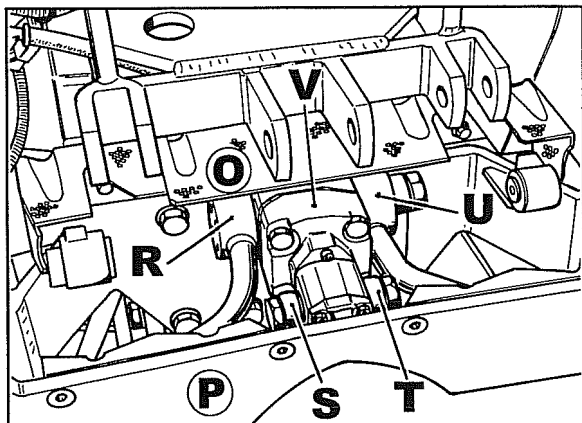

Fig. 19
- 20 Togliere la griglia **O** fig. 19 di protezione.
- 21 Allentare il supporto zavorre **P** fig. 19, scollegare i tubi **R**, **S**, **T** e **U** di mandata e aspirazione delle due pompe, quindi togliere il supporto zavorre.
- 22 Togliere la pompa **V** fig. 19.